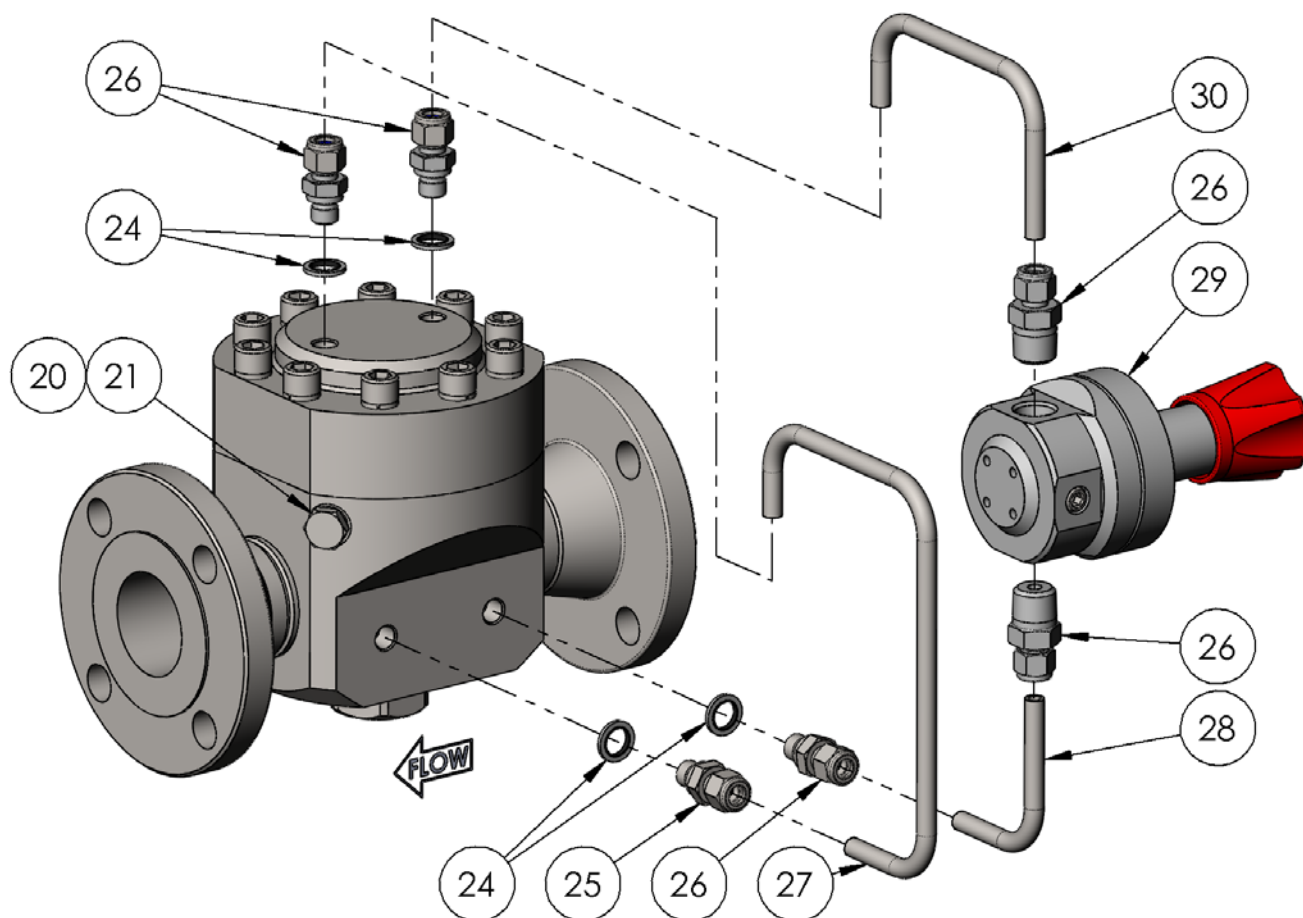

図 8
11. ドーム・プレート(18)をダイヤフラム(17)の中央にセットした後、ドーム(19)を被せます。ドーム・ポートの向きは、図 8 を参照してください。
13. 供給チューブ(28)、ドーム・チューブ(30)、パイロット・レギュレーター(29)があれば、ボディ(10)の一次側ポートに取り付けます(図 8 参照)。
14. ブリード・チューブ(27)を、ボディ(10)の二次側ポートに取り付けます(図 8 参照)。ブリード継手(25)は、その内部レデュースド・オリフィスで識別することができます。